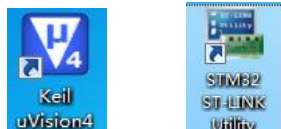

图 31
4.3.1、MDK 安装成功、ST-Link 驱动安装成功， 如图 31